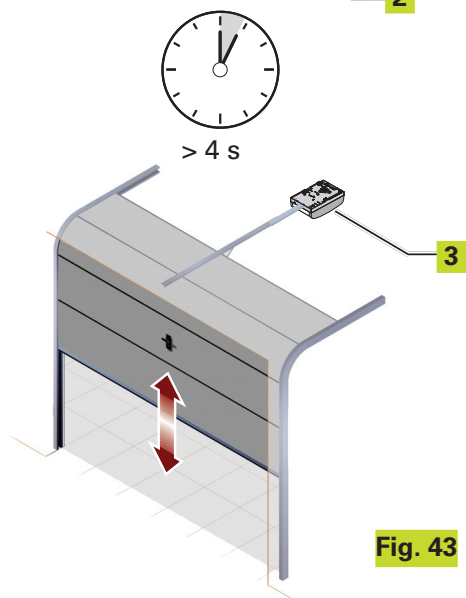

Fig. 43
- 1) Au bout de 4 secondes, l'opérateur effectue automatiquement la fermeture en ralentissement jusqu'à la détection de la butée. (Fig. 43 réf. ③)